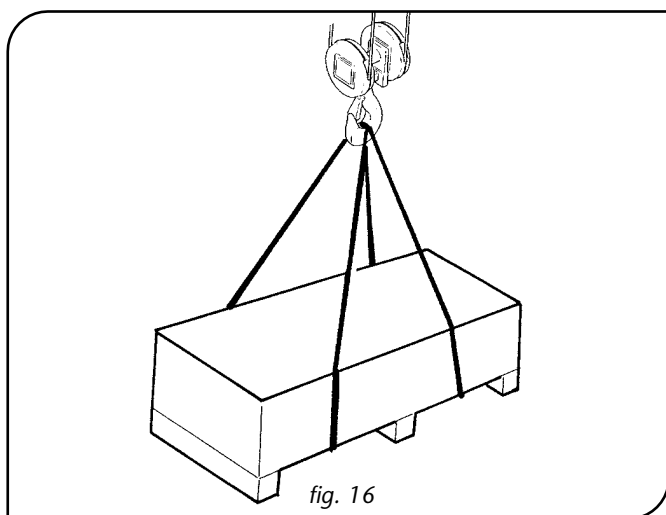

fig. 16
- apparecchi di sollevamento (gru) e relativi accessori (imbracature) - (fig. 16).
3. Se il gruppo carrello/paranco è contenuto all'interno di una cassa o in una gabbia, la loro movimentazione potrà avvenire come descritto ed illustrato al punto (A - 2) - (fig. 16 - 17).